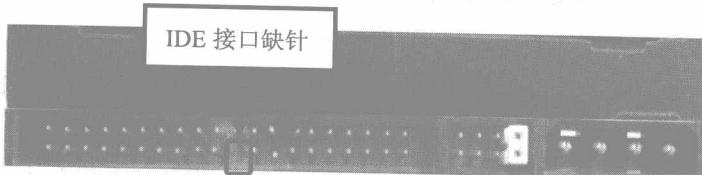

图 1-16
- ⑰设置完成重新启动电脑，进入系统再次查看硬盘的工作模式，发现仍为 PIO 模式，因此断定硬盘不支持 DMA 模式。
⑲访问希捷官方网站，查看该硬盘的性能指标，发现其数据传输模式为 DMA 模式。
⑳排除了软件方面的故障，此时怀疑故障是由硬件引起，遂将硬盘从机箱中取出，然后仔细观察硬盘的电路板和接口，终于发现了问题，硬盘的 IDE 接口上少了一根针，如图 1-16 所示。